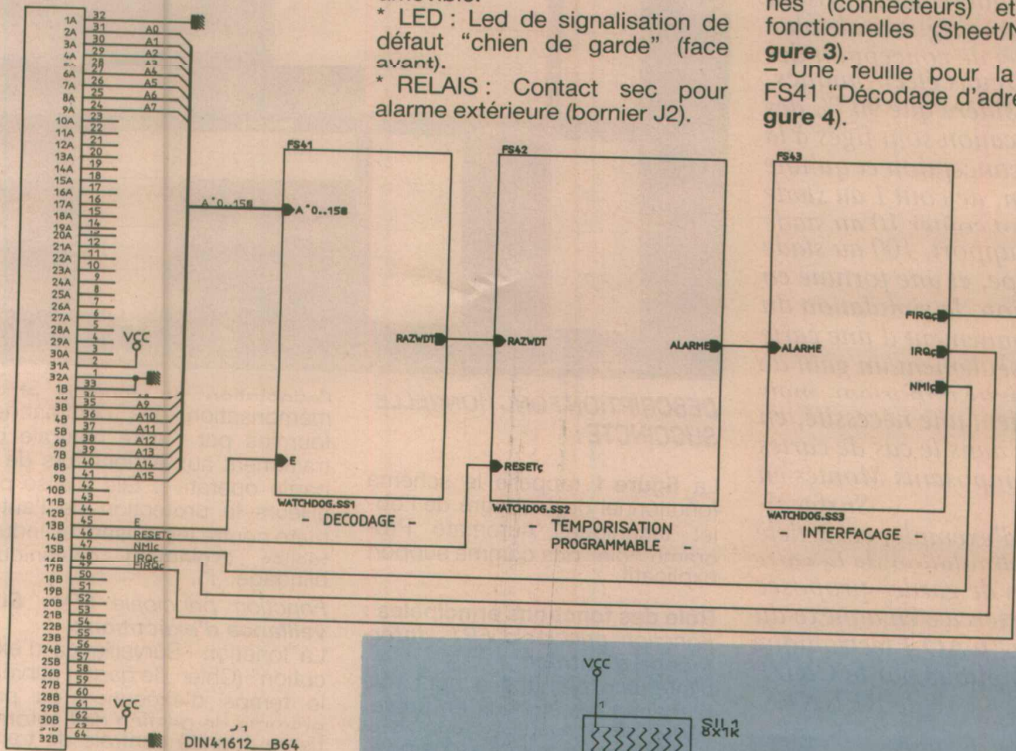

Figure 3
- Une feuille racine où figurent toutes les entrées/sorties externes (connecteurs) et liaisons fonctionnelles (Sheet/Nets). (figure 3).